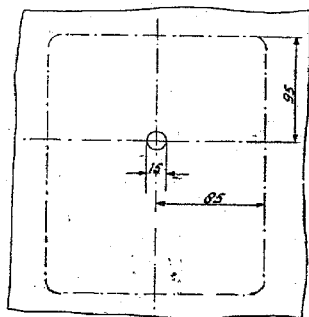

Fig. 3
- Door middel van een centrale bout. De maten voor de plaats van dit gat zijn aangegeven in fig. 3.